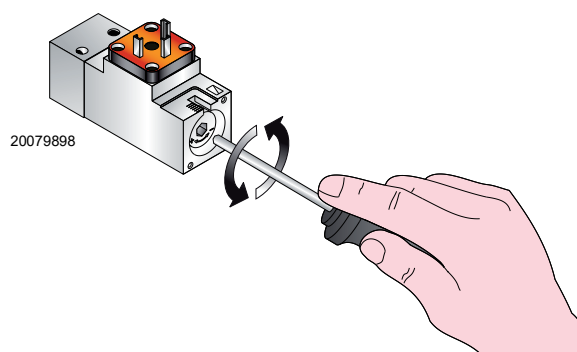

Abb. 38
5.11.5 Maximal-Öldruckwächter (Abb. 38)